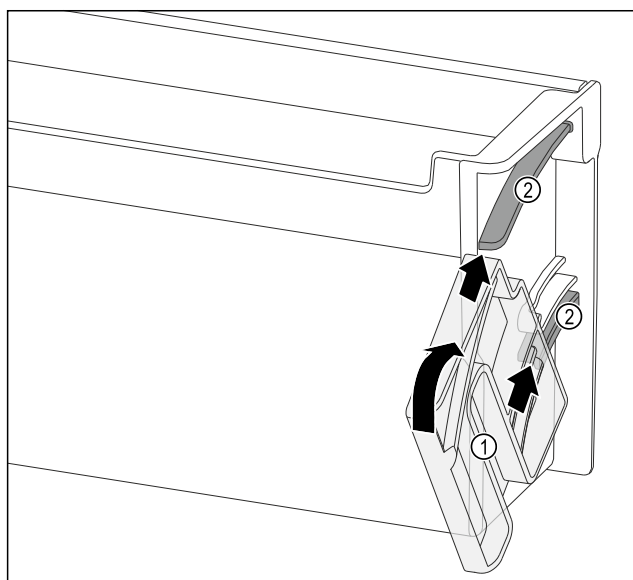

Fig. 173
- Okretnu jedinicu Fig. 173 (1) pozicionirajte tako da su otvori točno nasuprot vodećih kanala Fig. 173 (2) police u vratima.
- Okrenite okretnu jedinicu Fig. 173 (1) u navedenom smjeru.